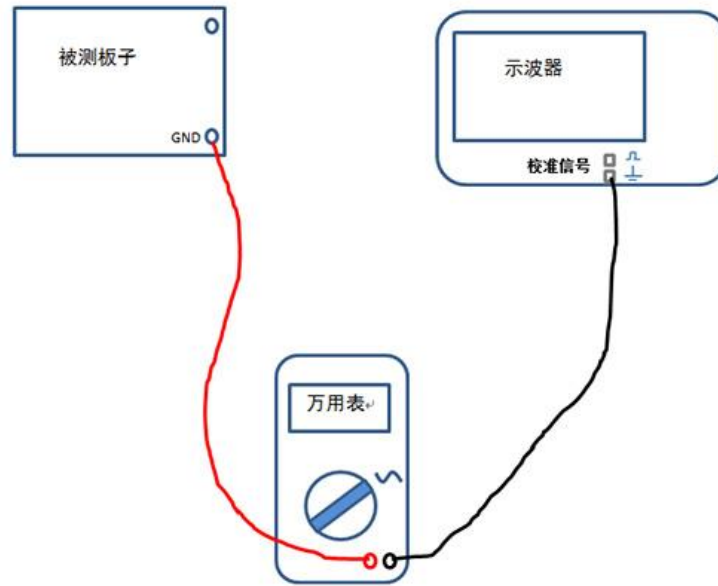

图3 测量压差接线图
- 接线。示波器和被测板子分别接好电源，暂不通电；万用表的表笔一端接示波器校准信号的地，另一端接被测板子的地。简易接线图如图 3 所示；